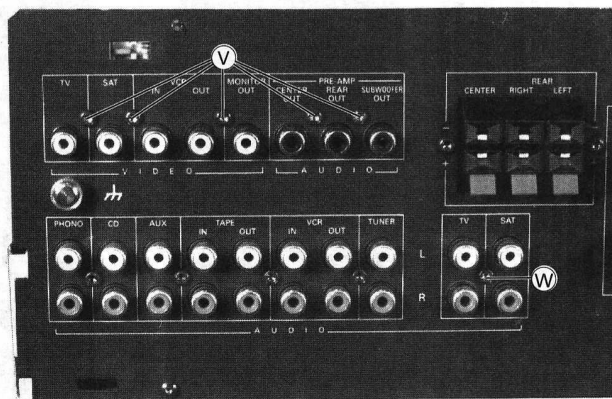

Fig. 16
- 5 Schrauben **V** herauserschrauben (Fig. 16).
- Schraube **W** herauserschrauben (Fig. 16)
- Undo 5 screws **V** (Fig. 16).
- Undo screw **W** (Fig. 16).